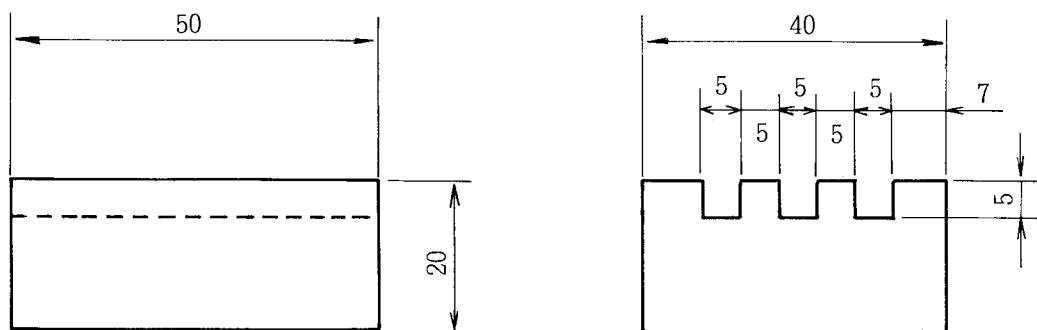

図 2-1 課題寸法図
(1) 材料寸法の確認
- 寸法は課題寸法図（図2-1）参照
(2) ダイヤモンド砥石の仕様確認
(3) 研削液の確認